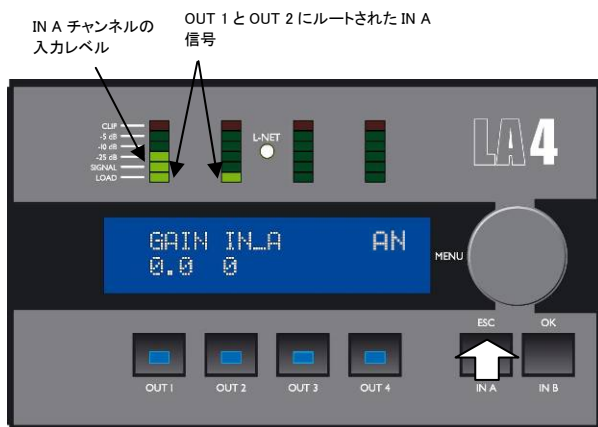

図 26: 入力チャンネル IN A のルーティングとレベルの情報
例として(図 26 参照)、IN A のタブを長押しすると OUT1 と OUT2 の“LOAD”LED が点灯します。これは IN A の入力が OUT1 と OUT2 の出力チャンネルにルートされていることを意味します。同時に OUT1 のバーグラフで“SIGNAL”と“-25dB”の LED も点灯しています。これは本機の入力 A に入ってくる信号のレベルを示しています。
**注:** インプットモード(アナログかデジタル)は、図 26 と 27 のようにディスプレイの右上に表示されます。(7.3.7 オプションの章内インプットモードメニューページの項目を参照)